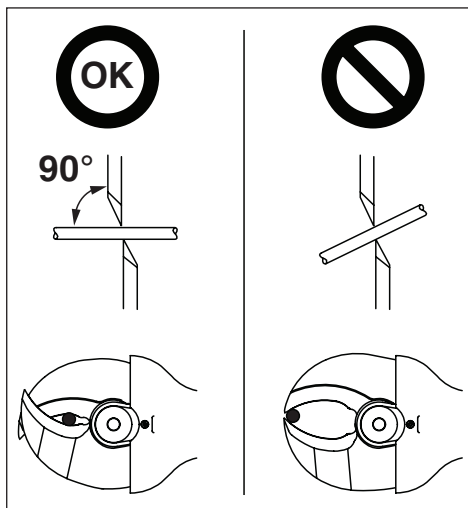

Figura 4, Colocar el material en las cuchillas
Coloque el material a cortar entre las cuchillas del cortador, de modo que estén perpendiculares con respecto al eje de la cuchilla, tal como se muestra en la Figura 4. Esto proporcionará la mejor calidad de corte.
2. Coloque el material a cortar entre las cuchillas. Asegúrese de que esté perpendicular al eje de la cuchilla, tal como se muestra en la Figura 4. Consulte las instrucciones en la Sección 7.5 para más información.